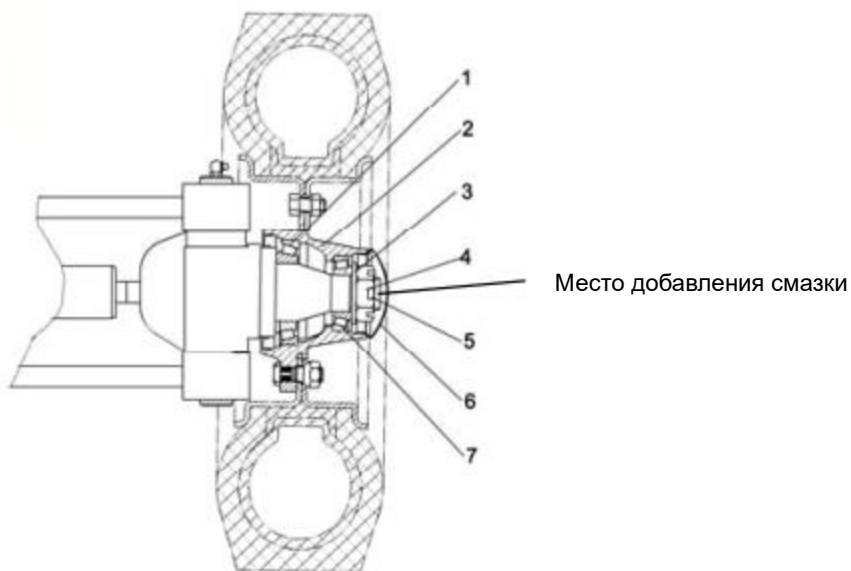

Рисунок 2-40
(1) См. Рисунок 2-40, смажьте внутреннюю полость ступицы колеса, внутренний или внешний подшипник и крышку ступицы колеса, а также сальник.
(2) Установите наружное кольцо подшипника на ступицу колеса и установите ступицу колеса на шарнире.
(3) Установите шайбу и затяните гайку моментом затяжки 206-235 Нм (21-24 кгм), затем ослабьте гайку, затянув гайку снова моментом затяжки 9,8 Нм (1 кгм)
(4) Аккуратно вставьте ступицу при помощи деревянного молотка и поверните ее на 3-4 оборота, чтобы убедиться, что она не болтается.
(5) Затяните гайку.
(6) Аккуратно постукивая ступицу колеса деревянным молотком, вращайте ступицу колеса 3-4 оборота вручную, чтобы обеспечить стабильность вращения, и измерьте момент вращения, чтобы его значение находилось в диапазоне 2.94-7.8Нм (0.3-0.8кгм)
(7) Если момент вращения больше стандартного значения, вы можете отвернуть гайку на 1/6 оборота, а затем снова измерить его.
(8) После того, как момент вращения будет соответствовать стандартному значению, зафиксируйте гайку при помощи шплинта.